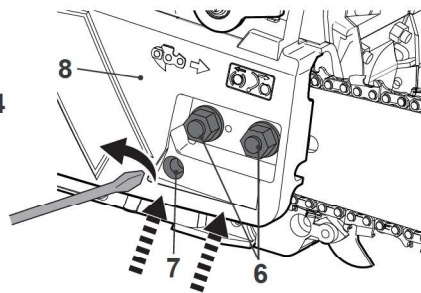

Fig. 8
- > Volte a instalar a tampa e aperte ligeiramente as porcas (Fig.8).